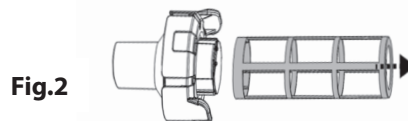

Fig.2
- 2) Saisir la zone en plastique à la base du panier filtrant (NE PAS SAISIR LA CAGE DU PANIER FILTRANT). Tirez pour le retirer de la buse d'aspiration. (Fig.2)